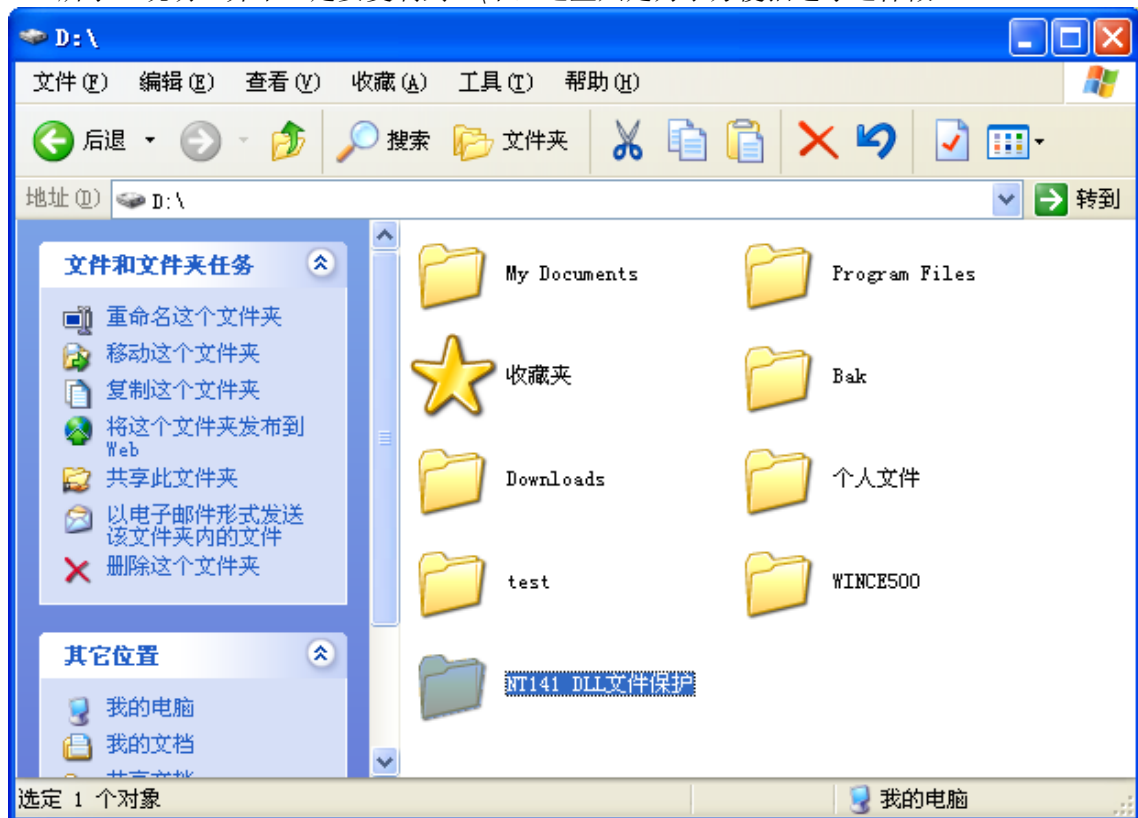

图 7.18 复制 DIINTShell 工具软件
1. 将NT141开发套件产品光盘中的“\NT141 DLL文件加密”目录复制到D:\下，参考如图7.18所示。说明：并不一定要复制到D:\下，这里只是为了方便描述才这样做。